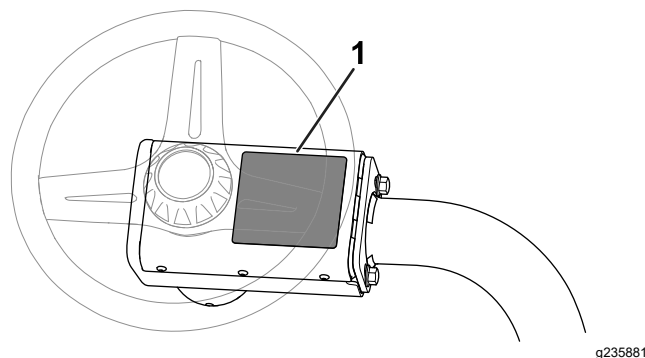

Figura 8
- Aplicați eticheta de avertizare CE (nr. piesă 136-8505) peste autocolantul de avertizare existent (nr. piesă 136-8506). Figura 8 prezintă locaia autocolantului de avertizare.